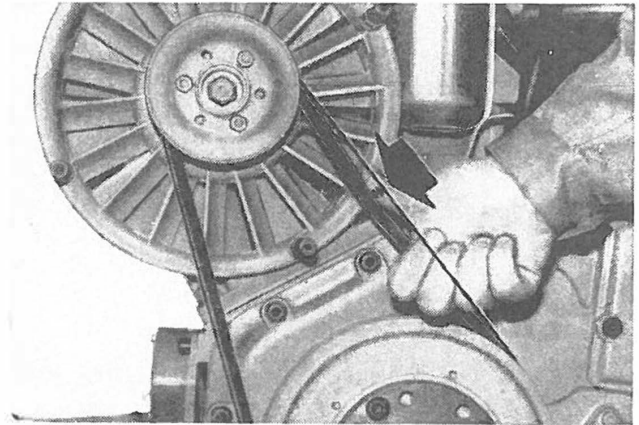

Fig. 101
- Stabilire la tensione delle cinghie della ventola: sotto la pressione del pollice deve flettersi circa 1 cm. (Fig. 101). Registrare a mezzo degli spessori tra le semipuleggie. Curare l'uniformità della tensione delle due cinghie (673/674 - 833/834).
4. Adjust tension of blower belts: under thumb pressure, belt must depress about 1 cm (Fig. 101). Adjustment is made with spacers between half-pulleys. Check double belt tension for uniformity (673/674 - 833/834).
- Régler la tension de la courroie du ventilateur : elle doit fléchir de 1 cm environ sous la pression du doigt (fig. 101). Le réglage s'effectue à l'aide de cales d'épaisseur entre les demi-poulies. Veiller à une égale tension des deux courroies (673/674-833/834).